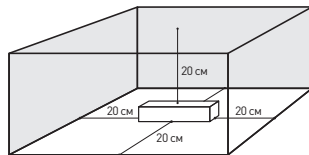

Рис. 4. Свободное пространство вокруг источника
- 3.5. Изучите назначение элементов подключения и управления диммера (рис. 4).
- 4.4. Для соблюдения температурного режима работы обеспечьте не менее 20 см свободного пространства вокруг диммера (рис. 4).